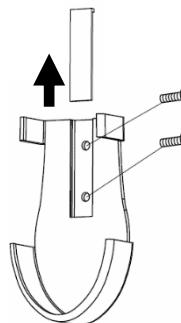

Fig. 13a
2. Quite el tornillo de la tapa e instale el portamandos con los 2 tornillos. Vuelva a colocar la tapa. (Fig. 13a).